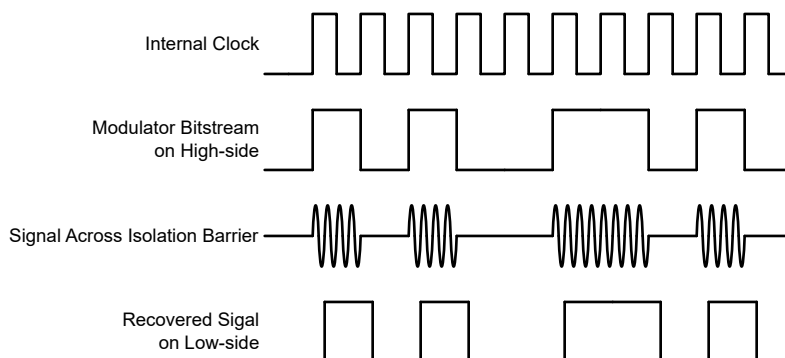

図 7-1. OOK ベースの変調方式
図 7-1 に示されているように、AMC0x30S は、オン / オフ キーイング (OOK) 変調方式を使用して、変調器の出力ビットストリームを、 SiO_2 ベースの絶縁膜間で伝送します。送信ドライバ (TX) をに 機能ブロック図 示します。TX は、内部で生成された高周波キャリアを絶縁バリア越しに送信し、デジタル 1 を表現します。ただし、TX はデジタル 0 を表す信号を送信しません。AMC0x30S で使用されるキャリアの公称周波数は 480MHz です。